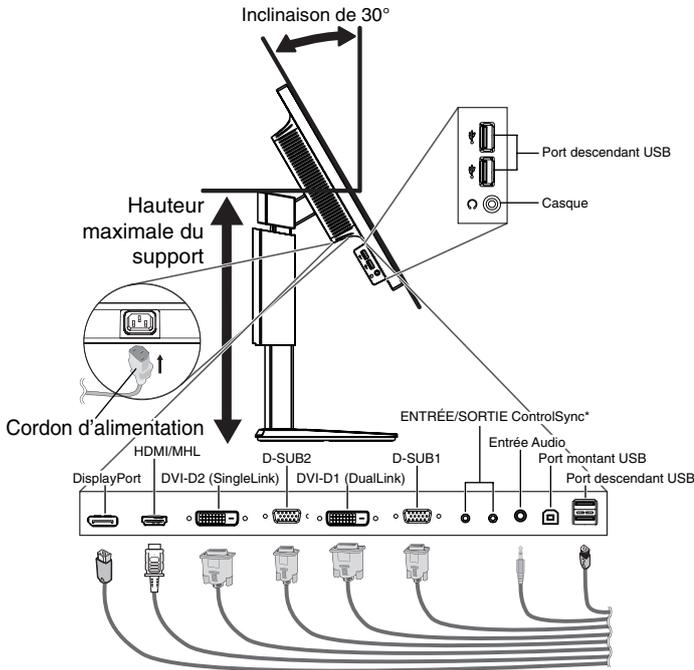
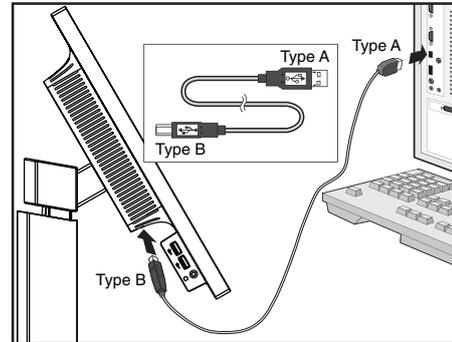

Figure C.1
Figure C.1a
- Branchez tous les câbles aux prises appropriées (**Figure C.1**). À l'aide du câble USB, branchez la prise de type B au port montant USB situé sur le côté arrière droit du moniteur et la prise de type A au port descendant de l'ordinateur (**Figure C.1a**). Si vous utilisez le cordon de l'appareil USB, branchez-le dans un des ports descendants du moniteur.